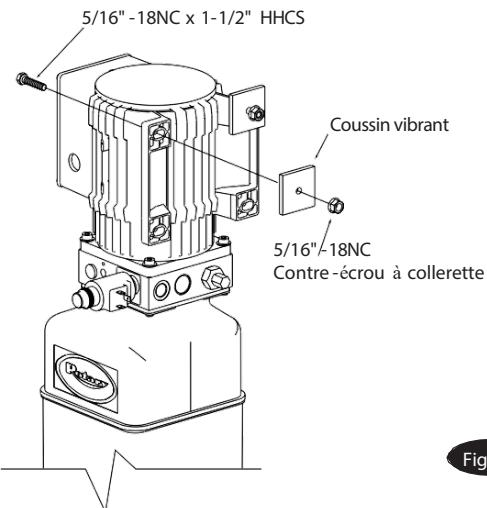
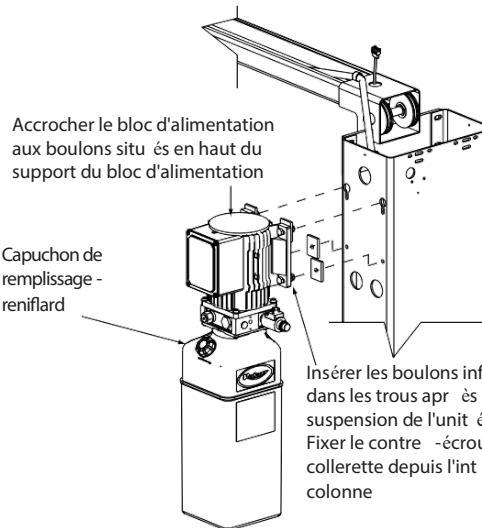
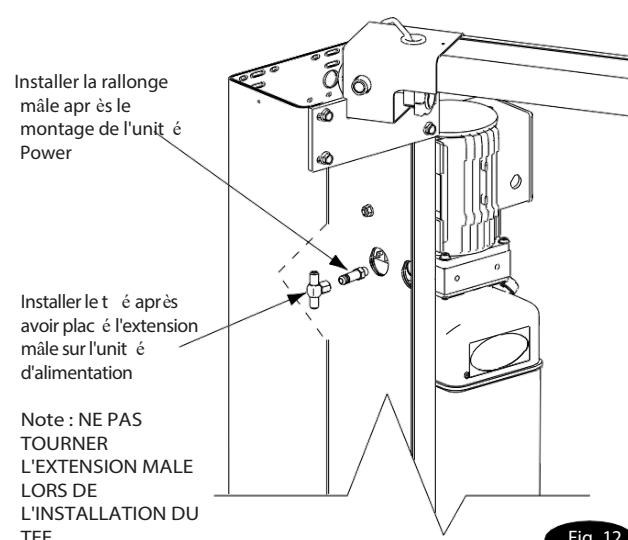

Fig. 10
Fig. 11
Fig. 12
Placer (2) 5/16"-18NC x 1-1/2" HHCS dans les trous supérieurs du support de l'unité d'alimentation en utilisant le coussin vibrant pour le maintenir en place, Fig. 10. Installer les écrous à collet 5/16"-18NC jusqu'à ce que l'extrémité du boulon soit au même niveau que l'extrémité de l'écrou. Installer l'unité de puissance sur l'extension de la colonne, Fig. 11. Faire glisser la combinaison boulon/écrou dans les trous supérieurs et jusqu'au fond de la fente. Installer le HHCS, le coussin vibrant et le HHCS à collet dans les trous inférieurs de l'unité d'alimentation et serrer. (Veiller à placer le coussin vibrant entre l'unité de puissance et l'extension de la colonne). Serrer le HHCS supérieur et l'écrou. Installer et serrer à la main l'extension mâle sur la pompe jusqu'à ce que le joint torique soit en place, Fig 12. Continuer à serrer le contre-écrou à 14- 20Nm (1.4- 2.1kg-m), ou jusqu'à ce que l'écrou et la rondelle s'appuient sur le collecteur de la pompe.
Installer le té tournant femelle sur l'extension mâle, Fig. 12. Utiliser la procédure de serrage des raccords évasés pour serrer le té tournant femelle sur l'extension mâle.